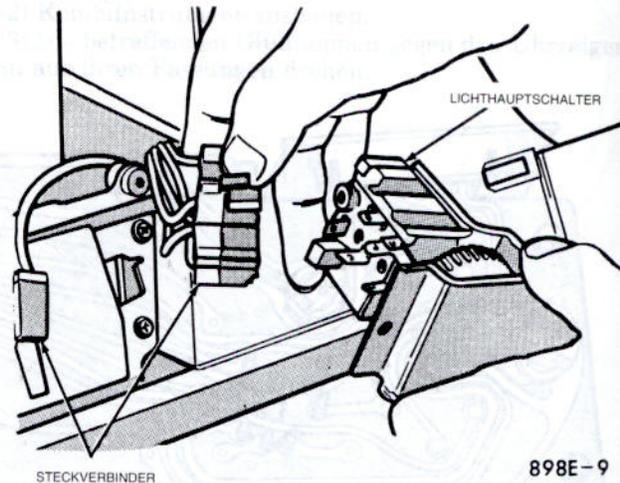

Abb. 3 – Steckverbinder des Lichthauptschalters
- (3) Lichthauptschalter und Halteplatte in Richtung Fahrersitz ziehen und Steckverbinder vom Schalter abziehen (Abb. 3).
- (4) Steckverbinder am Lichthauptschalter anschließen und Schalter an der Instrumententafel ansetzen (Abb. 3).